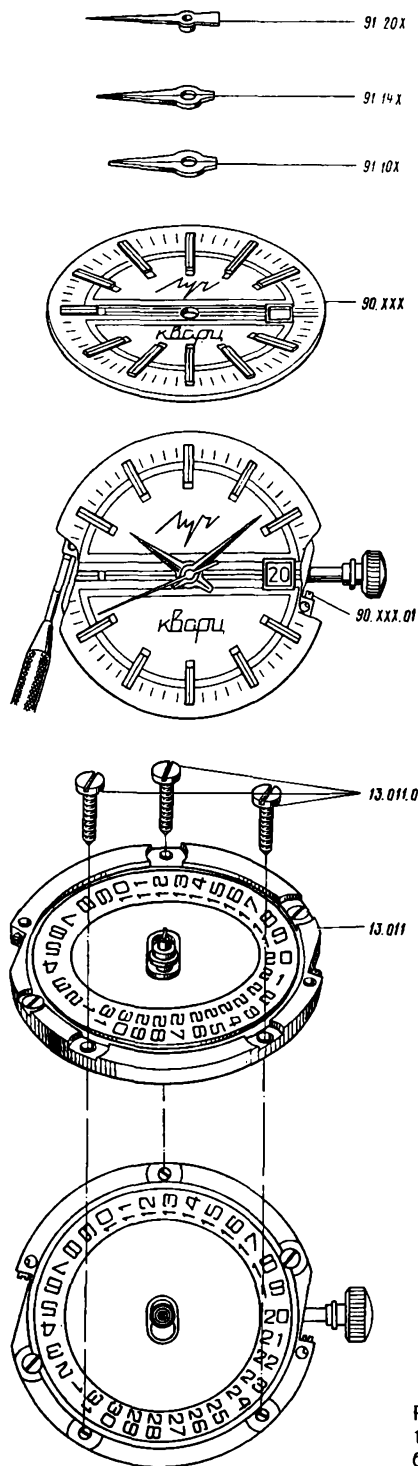

Рис. 134
13. Снять стрелку секундную (рис. 134)
17. Снять циферблат (рис. 134)